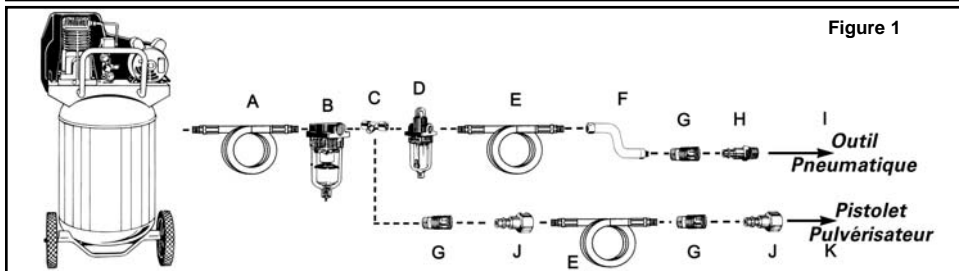

Figure 1
- Branchez l'outil au raccord rapide du tuyau flexible d'air. **REMARQUE :** Il est recommandé d'utiliser un flexible de raccordement à pivot (non inclus) afin d'empêcher le tuyau flexible de s'en tortiller ou de se plier et de prévenir son usage excessif (voir l'élément F de la Figure 1 pour les connexions recommandées).
Pour conserver le rendement optimal du moteur pneumatique, il faut le lubrifier à chaque utilisation. Des résidus de poussière, de saleté et d'huile se logeront à l'intérieur de l'outil et en réduiront le rendement. Un huilier sur canalisation est recommandé pour lubrifier automatiquement l'outil de façon adéquate (voir Figure 1). Si ce dispositif n'est pas disponible, il est possible de lubrifier l'outil manuellement par l'orifice d'admission (voir Figure 4).